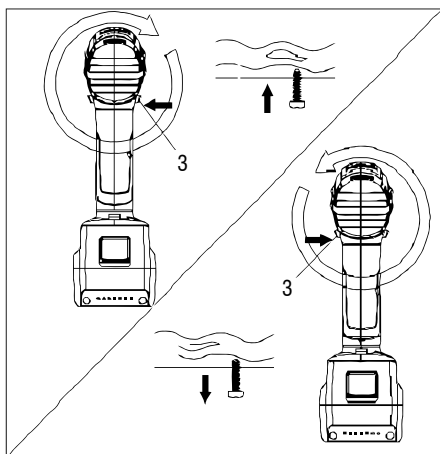

Fig. 5 – Sentido de rotação
Após o motor parado, selecione o sentido de rotação no botão de reversão (3), conforme mostra a Fig. 5.
Logo após a finalização das tarefas, na estocagem e também nas manutenções da PARAFUSADEIRA/FURADEIRA, posicione o seletor de sentido de rotação (3), Fig. 5, na posição central. Desta forma, o interruptor de acionamento (4) ficará travado na posição desligado, o que evitará acionamentos involuntários.